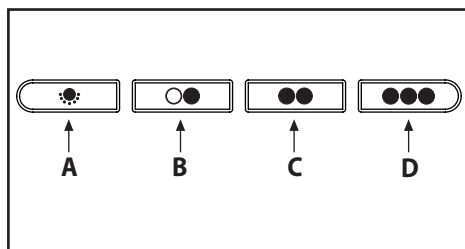

Fig.13
• Comandi meccanici (Fig.13) : la simbologia è di seguito riportata: